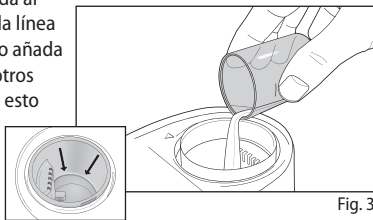

Fig. 3
4. Usando la taza medidora que se incluye, añada 20 ml de agua corriente pura o agua destilada al tanque calentador de agua, Fig. 3. Observe la línea de llenado en el tanque. No llene de más. No añada nunca solución salina, aceites esenciales u otros aditivos al tanque de calentamiento, ya que esto dañaría la unidad.